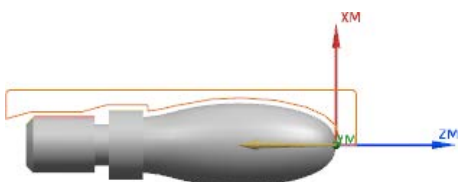

图 4.6 切削区域
Step1. 单击“外侧粗车”对话框**切削区域**右侧的“显示”按钮 , 在图形区中显示出切削区域, 如图 4.6 所示。